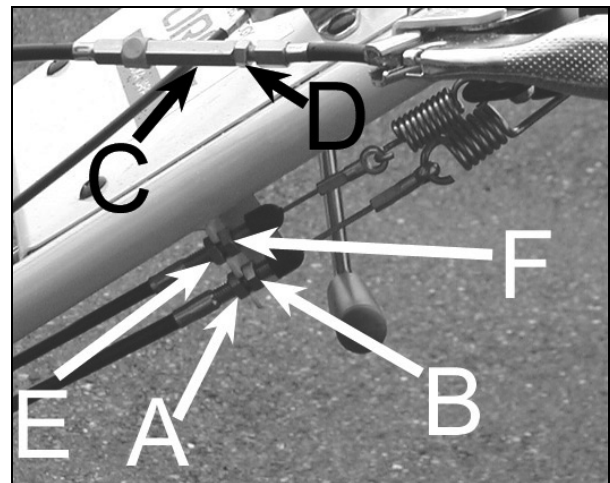

Figure 23
- Dévissez le contre écrou du système de réglage de tension du câble de transmission (figure 23, repère A).
- Dévissez l'écrou de réglage de tension du câble de transmission (figure 23, repère B).
- Vissez l'écrou de réglage de tension du câble de transmission (figure 23, repère B).
- Dévissez le contre écrou du système de réglage de tension du câble du frein de parc (figure 23, repère E).
- Dévissez l'écrou de réglage de tension du câble de transmission (figure 23, repère F).
Dévissez le contre écrou du système de réglage de tension du câble de transmission (figure 23, repère E).
- Vissez l'écrou de réglage de tension du câble de transmission (figure 23, repère F).
- Dévissez le(s) contre(s) écrou(s) du système de réglage de tension du (des) câble(s) de direction (figures 23 et 24, repère C).
- Dévissez l'(les)écrou(s) de réglage de tension du(des) câble(s) de direction (figures 23 et 24, repère D).
- Dévissez le contre écrou du système de réglage de tension du câble de transmission (figures 23 et 24, repère C).
- Vissez l'(les)écrou(s) de réglage de tension du(des) câble(s) de direction (figures 23 et 24, repère D).